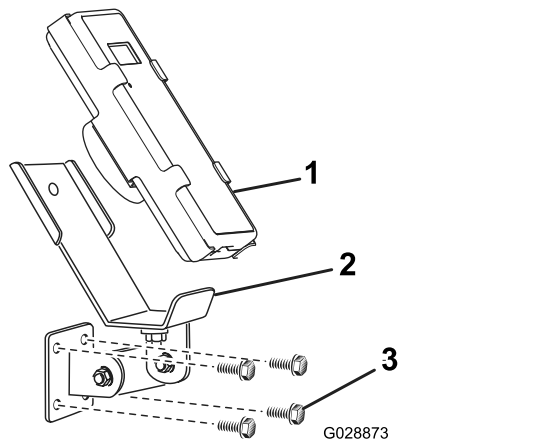
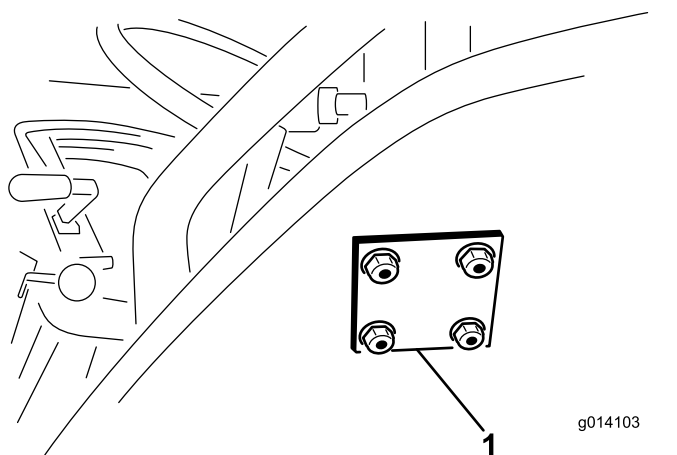

Figura 10
Figura 11
- Collegate la staffa di montaggio e la piastra di supporto con 4 bulloni a testa flangiata (5/16" x 1 1/2") e dadi di bloccaggio flangiati (Figura 10 e Figura 11).